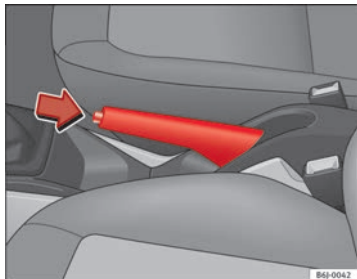

Fig. 119 Frein à main entre les sièges avant
- Serrez le frein à main à fond en tirant le levier vers le haut → fig. 119.
- Soulevez légèrement le levier du frein à main, appuyez sur le bouton de déblocage dans le sens de la flèche → fig. 119 et abaissez le levier au maximum → Δ.